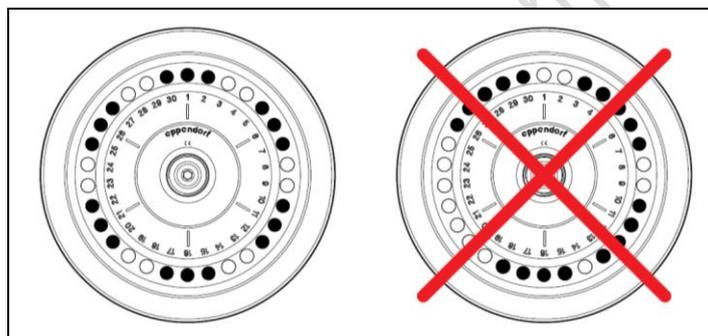

Figura 2. Demonstração de como se deve e não se deve carregar o rotor da *Centrífuga 5415 C*.
- 4) Desrosqueie a tampa que fecha o rotor e coloque as amostras (capacidade para até 30 microtubos) de forma balanceada como mostra a Figura 2. Diferenças mínimas de peso podem danificar o equipamento.